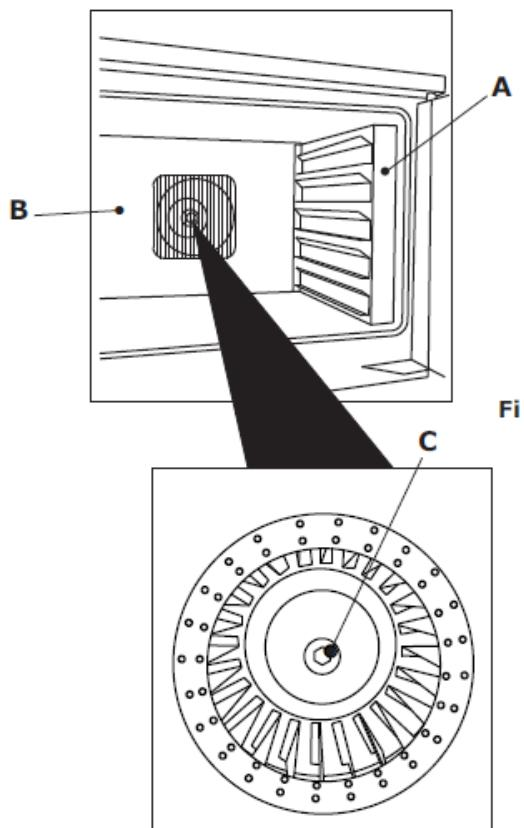

Рисунок 15.
- Уделите держатели поддонов (Рисунок 15а) и защитную сетку вентилятора (Рисунок 15б);
- Открутите фиксирующую шайбу вентилятора (Рисунок 15с), поворачивая против часовой стрелки.
- Открутите 3 гайки (рисунок 15д), которые удерживают мотор, и снимите мотор;
- Удалите крепеж стоек (Рисунок 15а) и защитную сетку вентилятора (Рисунок 15б), чтобы получить доступ к нагревательным элементам камеры;